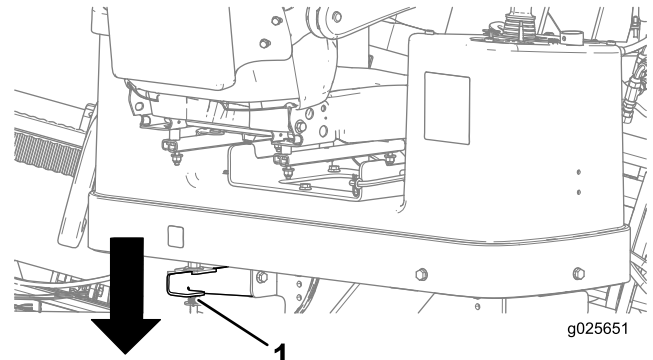

Bild 42
5. Drücken Sie auf den hinteren Riegel an der Bedienerplattform und schwenken Sie sie nach außen in die gewünschte Position (Bild 42). Achten Sie darauf, dass sie einrastet.